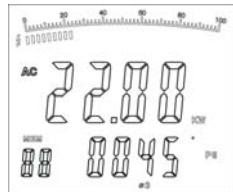

图11
3. 记录完当前第二相功率值后, 按下SEL键进入第三相③, 这时双显示第三相的有功功率值和相位角, 如图11: